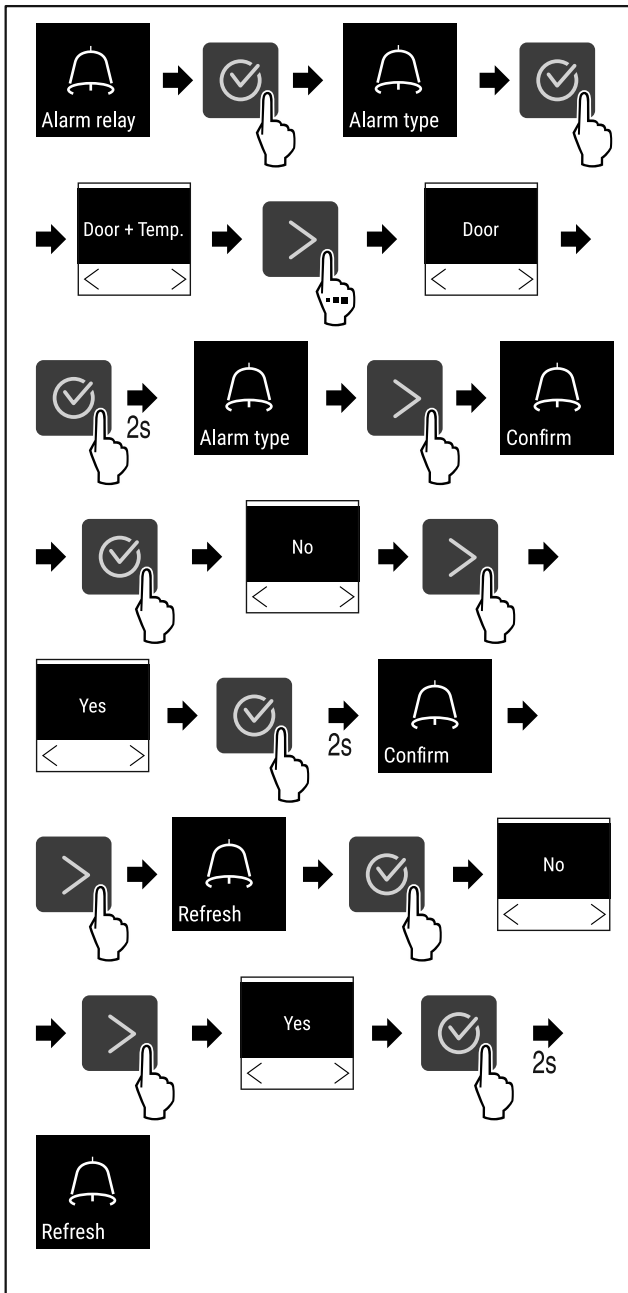

Fig. 110
- ▶ Выполните шаги действия (см. Fig. 110).